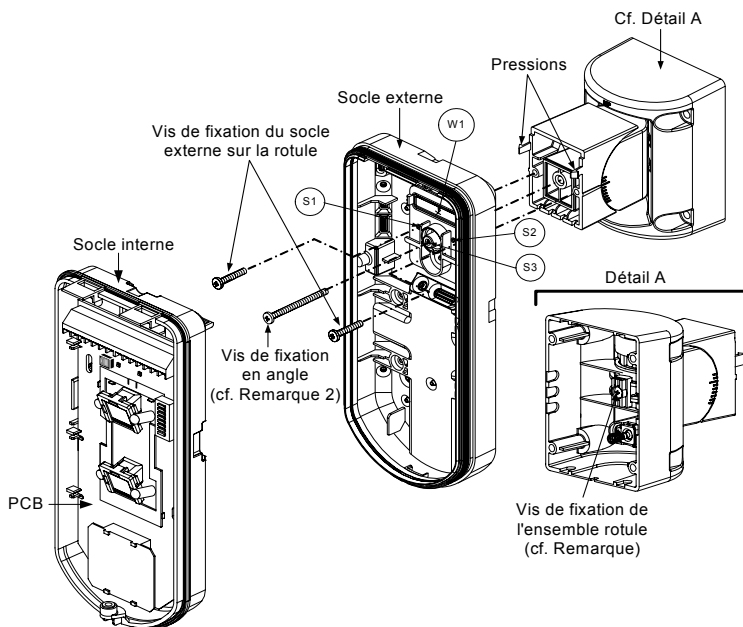

Figure 8
8. Fixez le socle externe à la rotule à l'aide de deux vis passant par les pastilles (pressions) correspondantes (Figure 8).